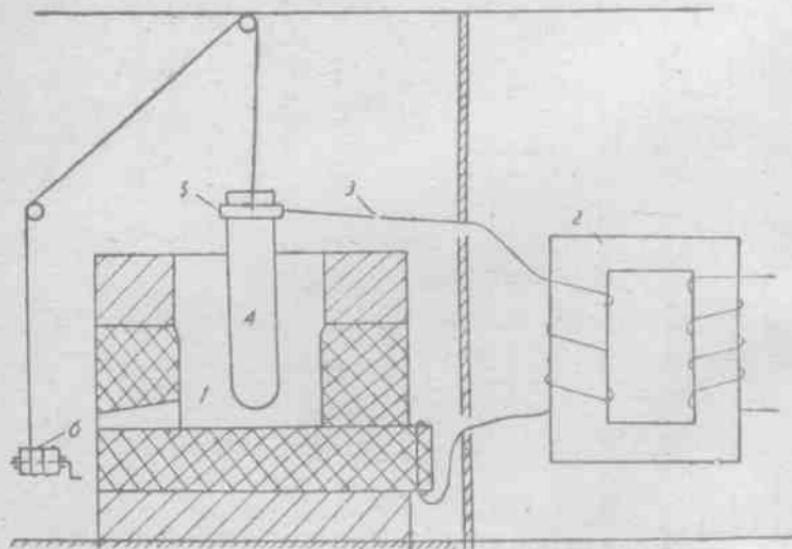

图 2 四十千伏安简易电炉构造示意图
- 附图2 罐体砌筑总图
如图 2 所示, 简易电炉由炉缸、变压器、短网、电极、夹头和手动卷扬机等部分组成。